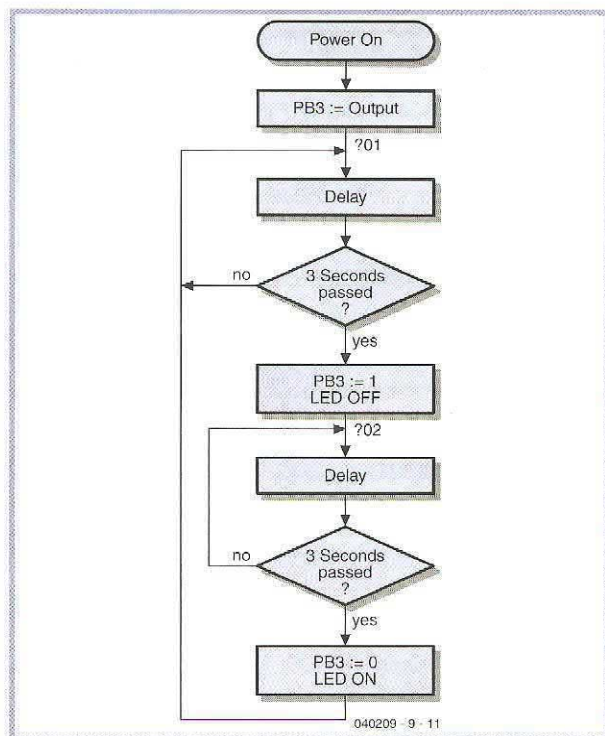

Figura 1. Diagrama de flujo para un sencillo programa de parpadeo de un LED.
**Figura 1.** La realimentación negativa es la más sencilla de usar con  $R_i$ . Nosotros sacrificamos la ganancia, obteniendo como contrapartida una amplificación fija, una DC de ajuste y una resistencia de entrada elevada.
Se han incluido varias plantillas que hacen más fácil comenzar a escribir programas. En el primer ejemplo escribiremos un programa en ensamblador. Como es habitual, el primer paso es el dibujo de un diagrama de flujo, el cual nos da una visión de la funcionalidad de todo el programa (Figura 1). En este ejemplo, hacemos un LED parpadeando: 3 s encendido y otros 3 s apagado. El LED está conectado a través de una resistencia serie a + 5 V y a la salida 3 del puerto B. El controlador enciende el LED poniendo la salida a nivel bajo. Esto se hace de esta forma porque el ATmega128 puede consumir más corriente de la que se puede entregar.